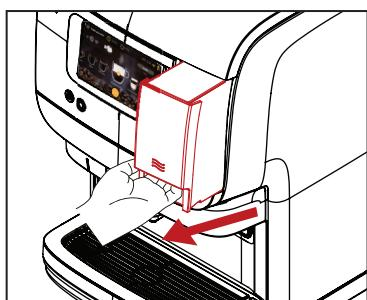

Fig.1
1. Neħħi t-tank tal-ilma billi terfġi fuu, imbagħad iğbdū bi dritt 'il barra. (Ara Fig.1)